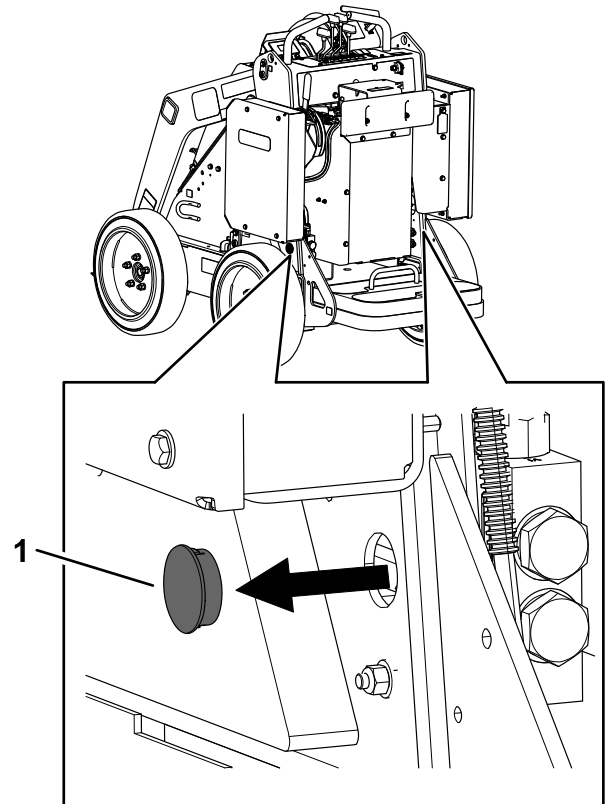

Bild 15
2. Entfernen Sie die Abdeckungen aller Schleppventile (**Bild 15**).